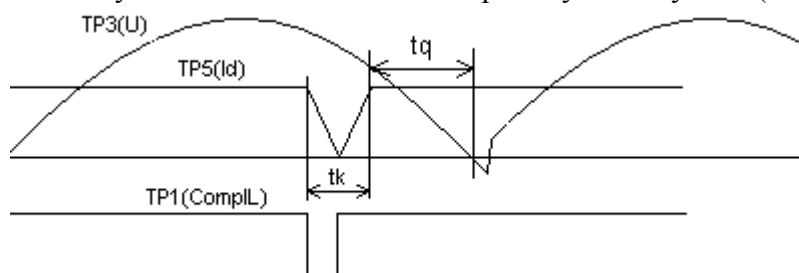
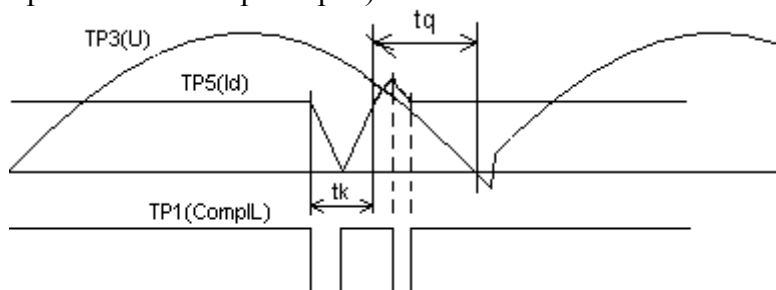

Рис. 1. Осциллограмма сигналов в контрольных точках Аналог TP3 (U), TP5(Id), Логик TP1(CompIL), вид 1
Рис. 2. Осциллограмма сигналов в контрольных точках Аналог TP3 (U), TP5(Id), Логик TP1(CompIL), вид 2
Активный уровень сигнала CompIL логический ноль. В нормальном режиме в сигнале CompIL можно наблюдать одиночный (Рис. 1) или двойной (Рис. 2) импульс нуля (в зависимости от величины выброса обратного тока тиристорных инверторов).
Чем больше результирующая емкость, тем больше чувствительность узла дифференцирования на аналоговой плате DA5A, на вход которого подается сигнал выпрямленного выходного тока (IL), а на выходе логический сигнал CompIL, регистрируемый на штыре TP1 платы Логик – см. Рис. 1 и Рис. 2.